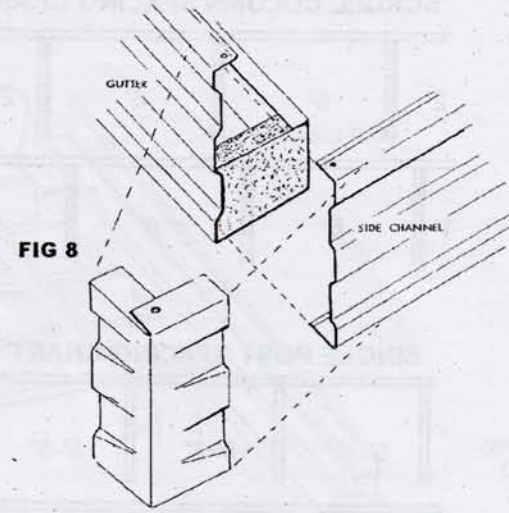

FIG 8
STEP 7 - INSERT FASCIA FOAM BLOCKS- ATTACH SIDE FASCIAS - FIGURE 8